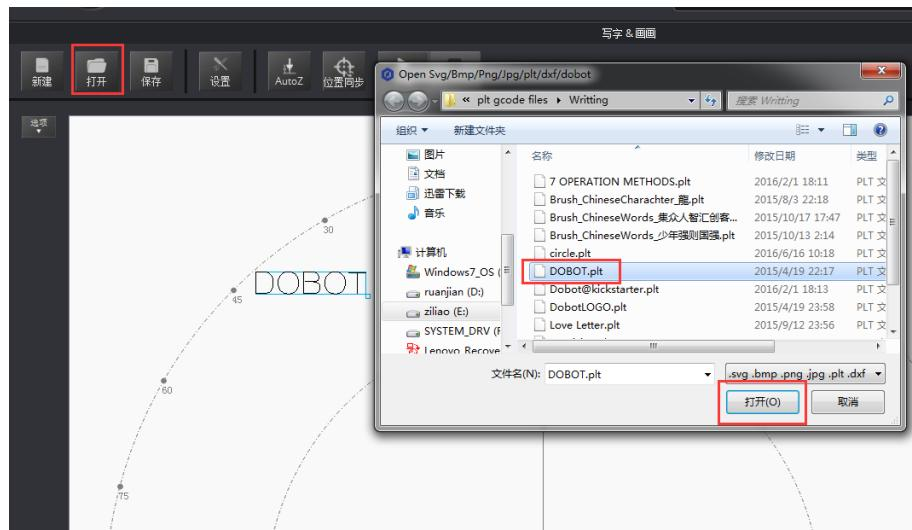

图 5.67 打开制作的 PLT 或 SVG 文件
- 在“写字&画画”页面单击“打开”，在系统自带的文件路径“安装目录\DOBOT\config\prefab\system\source”导入PLT或SVG文件。如图 5.67所示。您也可以自行制作PLT或SVG文件来导入DobotStudio软件。